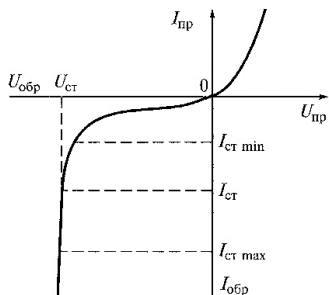
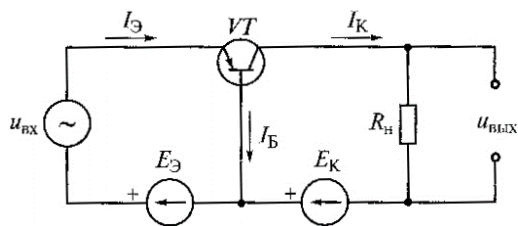
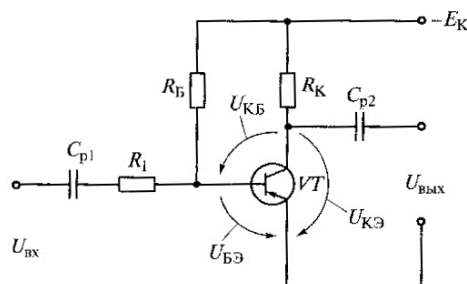

Рис. 1. Вольт-амперная характеристика стабилитрона
Рис. 2. Схема с общей базой
Рис. 3. Схема с общим эмиттером
1. Изучите электрические схемы делителя напряжения - рисунок 1 и делителя тока - рисунок 2 (смотри бланк выполнения задания).
6. Письменно ответьте на вопрос: Почему электрическая цепь на рис. 1 называется делителем напряжения, а на рис. 2 — делителем тока?
4. Полупроводниковый стабилитрон осуществляет стабилизацию напряжения, работая в режиме электрического пробоя на обратной ветви вольт-амперной характеристики (рис. 1).
10. При включении биполярного транзистора VT по схеме с общей базой (рис.2) коэффициент усиления по току равен 0,95. Определите, чему будет равен коэффициент усиления по току биполярного транзистора, если его включить по схеме с общим эмиттером (рис. 3):
11. На рис. 3 приведена схема усилительного каскада с общим эмиттером. Укажите, в каком направлении смещены эмиттерный и коллекторный переходы транзистора VT, работающего в режиме отсечки:
12. На рис. 3 приведена схема усилительного каскада с общим эмиттером. Укажите, в каком направлении смещены эмиттерный и коллекторный переходы транзистора VT, работающего в активном режиме:
13. На рис. 3 приведена схема усилительного каскада с общим эмиттером. Укажите, в каком направлении смещены эмиттерный и коллекторный переходы транзистора VT, работающего в режиме насыщения?